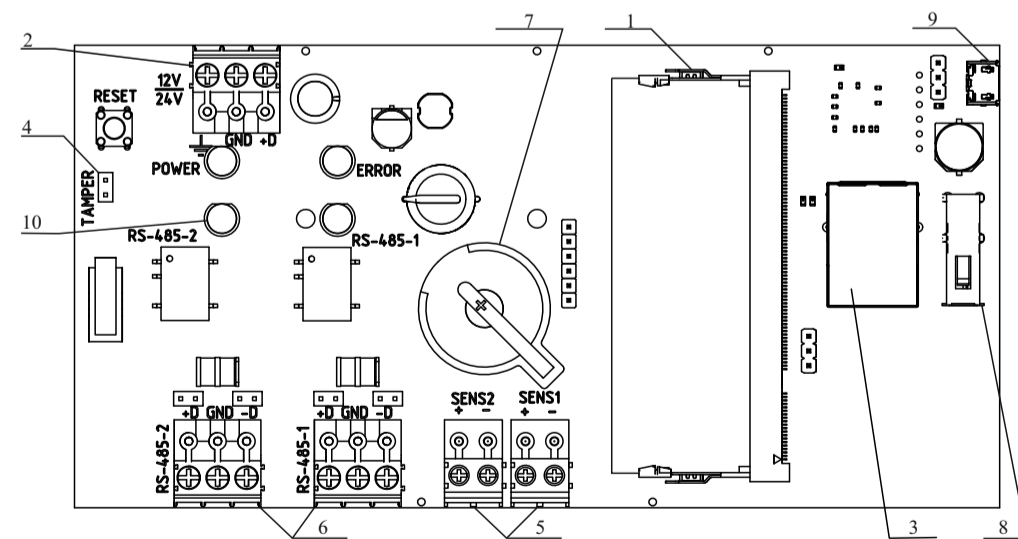

Рисунок 2 – Плата контроллера
5.2 Плата контроллеров (рисунок 2) содержит: